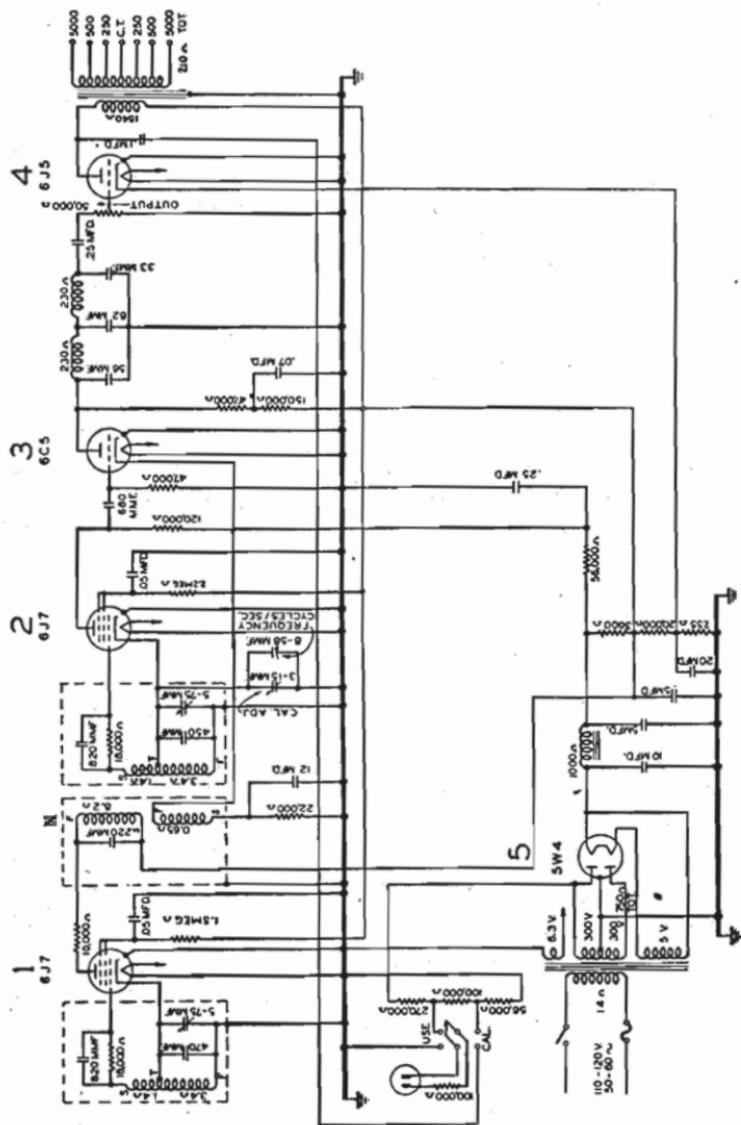

Fig. 244. — Generatore A. F. a battimenti RCA tipo 154.
*Generatore AF della RCA 154, fig. 244.*